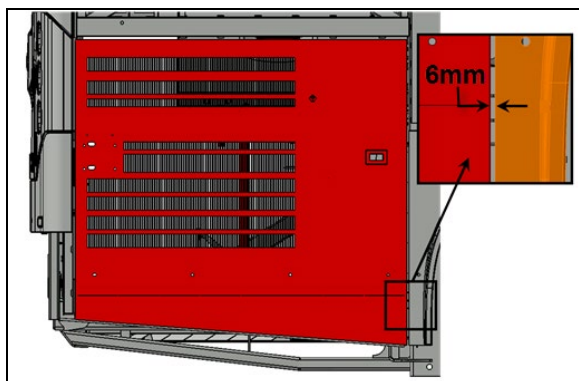

FIGURE 118:
6. Si la position longitudinale au niveau du bras supérieur est hors tolérance, vous pouvez ajuster la porte en utilisant le jeu au point d'attache entre le bras supérieur et la porte. (Figure 118:).